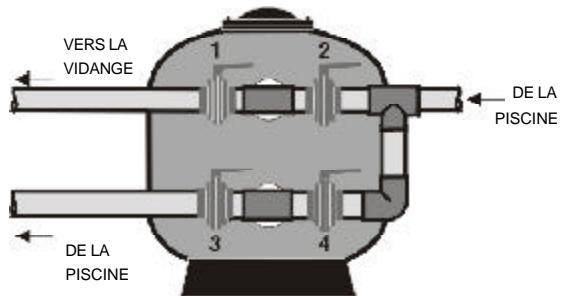

FIG.12
8.1. BATTERIE DE 4 VANNES (FIG 12)